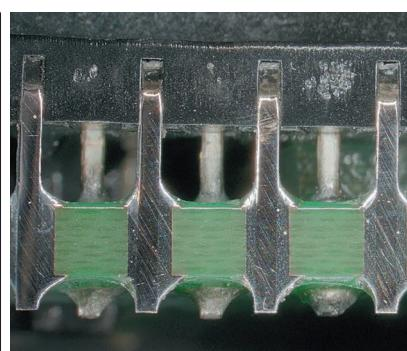

Рис. 14. Результат паяння (поперечний переріз)
- наявність не менше 75% покриття припоя з обох боків виводів (рис. 14);